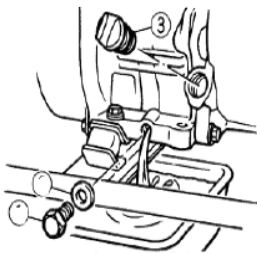

Рис. 23
## 2) ЗАМІНА МОТОРНОЇ ОЛИВИ (Рис. 23)
2. Зніміть кришку горловини для заливання оливи (Рис.23).
3. Поставте піддон для збирання оливи під двигун. Зніміть пробку для зливання оливи в такий спосіб, щоб оливу можна було злити в повному обсязі (Рис.23).